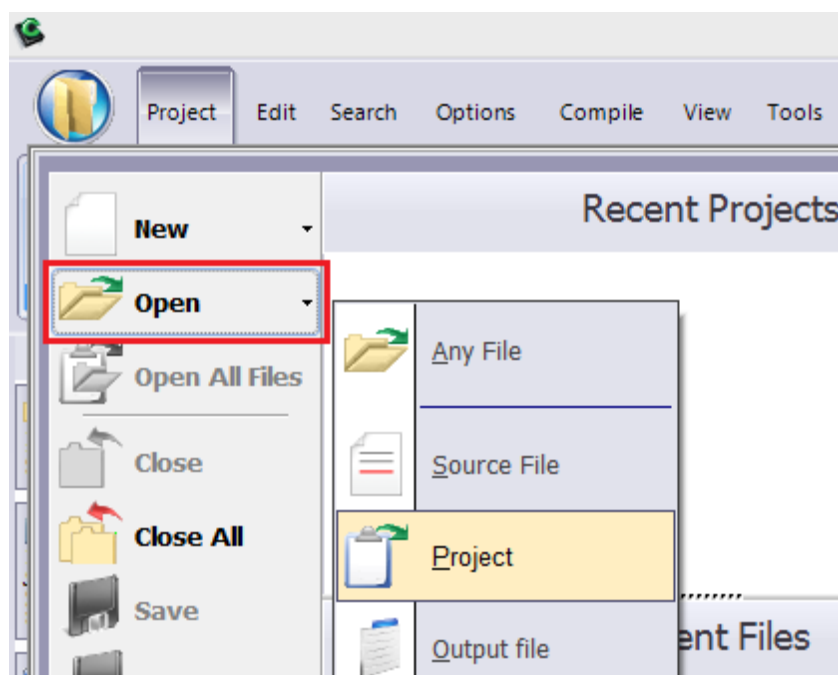
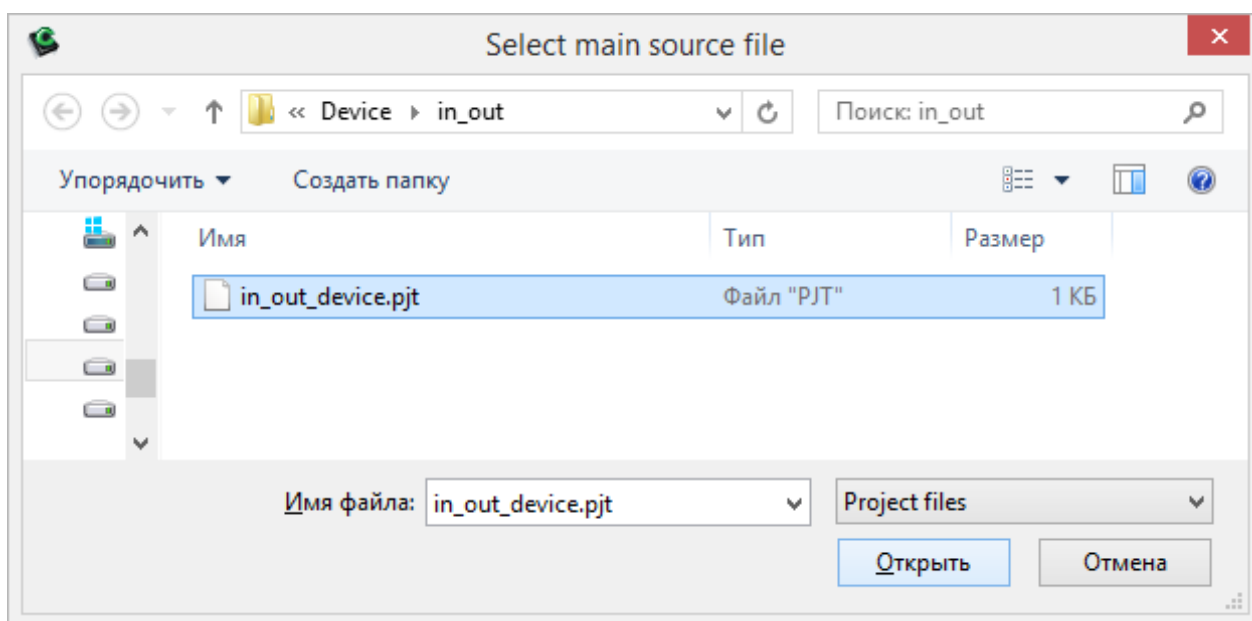

Рисунок 2.29 – Відкриття проекту у **IDE PCWH**
Рисунок 2.30 – Відкриття проекту у **IDE PCWH**
2. Вибрати: **Open** > **Project** (рис. 2.29, рис. 2.30).
3. Знайти і відкрити свій директорій і вибрати проект з розширенням ***.pjt** (рис. 2.30):